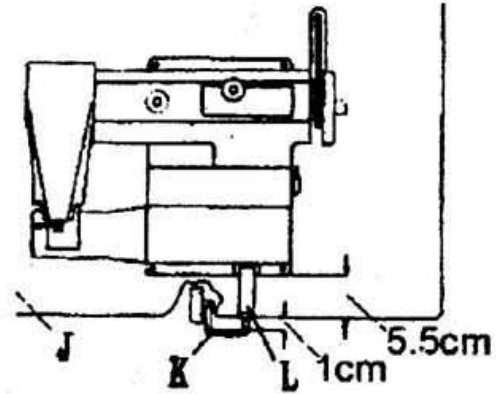

图 2
②将膝操纵杆“K”及套筒“L”与长轴前端连接，膝操纵杆横杆离台板“J”前端距离为1厘米时将套筒固定（图2）。
③装上三角带“N”，左右移动电动机位置，使电机带轮与机